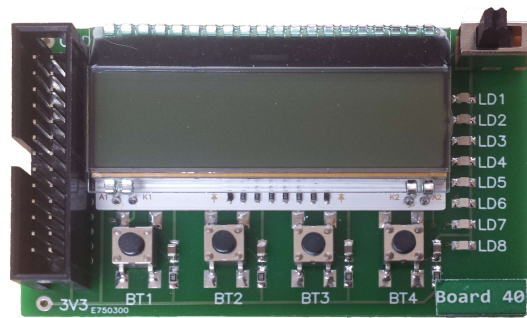

FIGURE 14 – Carte électronique boutons-LED-LCD [15]
- Une carte de contrôle à 4 boutons et 8 **LEDs**, voir figure 14